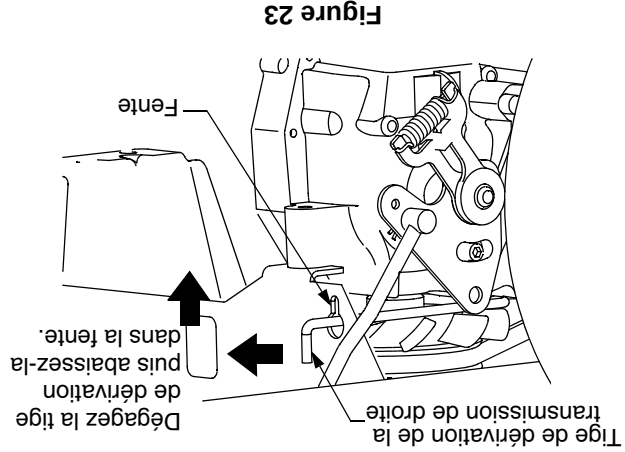

Figure 23
- Localisez les tiges de dérivation de la transmission qui se trouvent juste en avant des deux roues arrière. Voir la Figure 23.